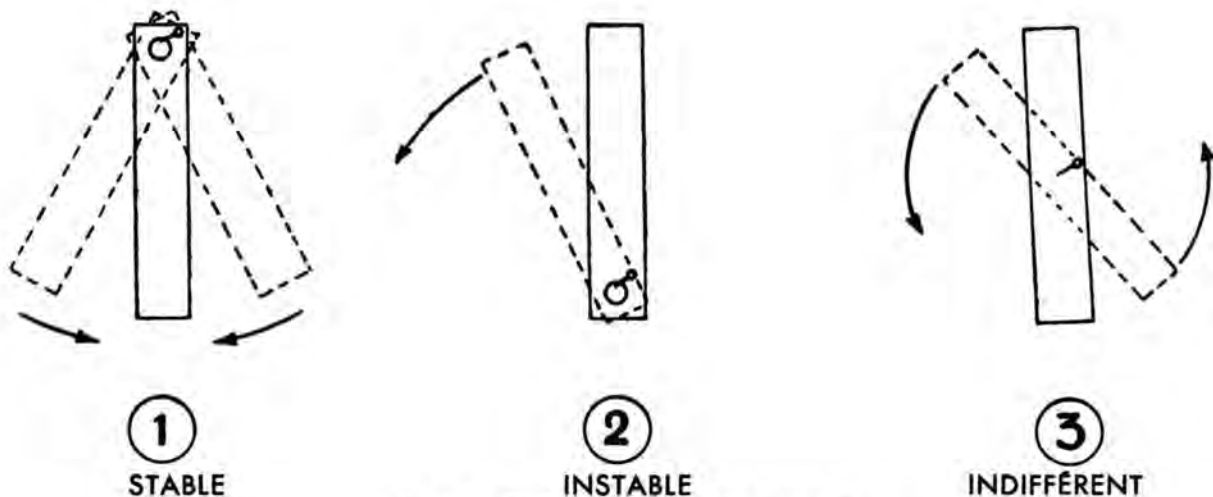

Fig. 113. — Equilibres des corps solides suspendus.
L'équilibre est stable si un corps écarté de sa position d'équilibre y revient de lui-même (1) (fig. 113).